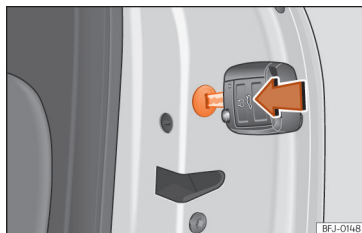

Рис. 74 Аварійне (механічне) замикання дверей.
- Вставте ключ у паз » **рис. 74** (стрілка) і поверніть до кінця праворуч (праві двері) або ліворуч (ліві двері).